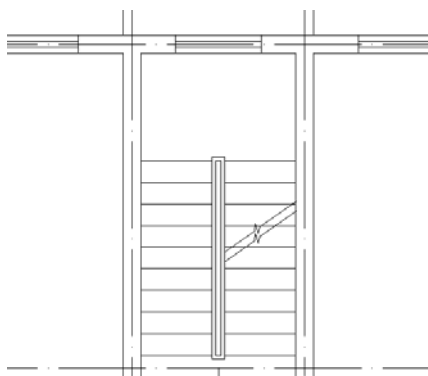

图 15.47 绘制踏步折断线
(5) 执行直线和修剪命令, 绘制楼梯踏步折断线, 折断线角度为 35° , 如图 15.47 所示。